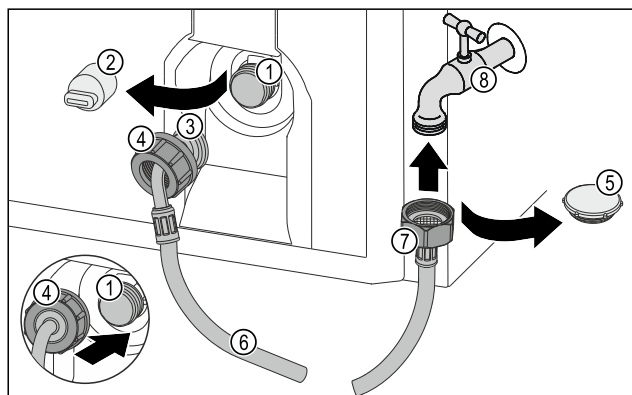

Fig. 32
- ▶ Távolítsa el a zárósapkát Fig. 32 (5).
- ▶ Helyezze fel az egyenes tömlővéget Fig. 32 (7) a vízcsapra Fig. 32 (8).
- ▶ Az óramutató járásának irányában húzza meg az anyát az egyenes tömlővégen Fig. 32 (7).